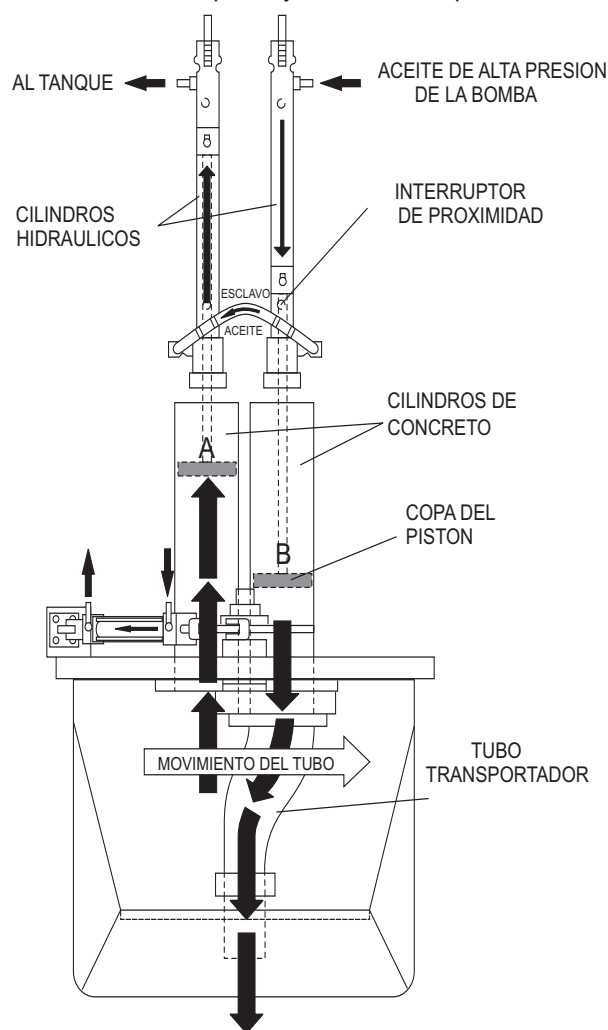

Figura 3. Ciclo de bombeo 1
En el primer ciclo, la presión hidráulica es aplicada al cilindro (B), causando que el pistón hidráulico, el cual esta conectado al pistón de concreto y a la copa del pistón, descargue el concreto en línea de entrega (Figura 3).